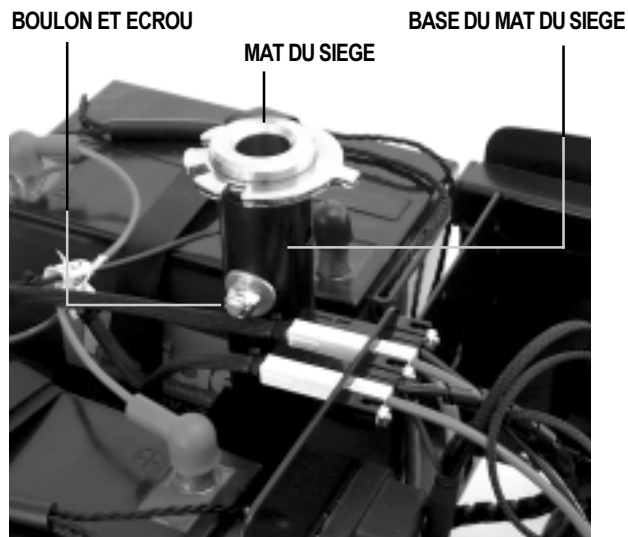

Figure 17. Réglage de la hauteur du siège
3. Desserrez le boulon et l'écrou du mât à l'aide de deux clés 17 mm. Retirez le boulon et l'écrou de réglage. Voir la figure 17.